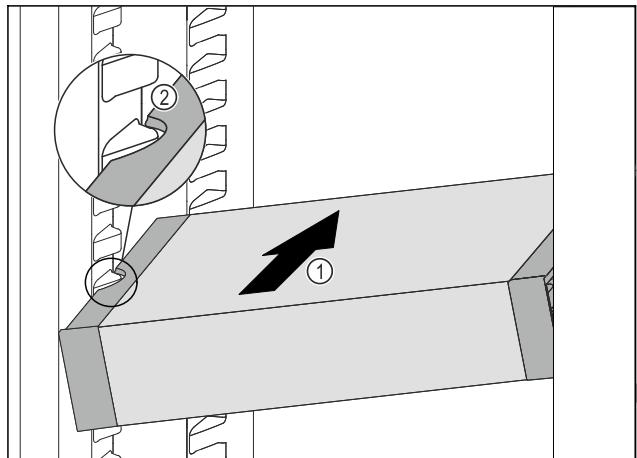

Fig. 82
- VarioSafe schräg in das Kühlteil einschieben Fig. 82 (1), bis sich die seitlichen Aussparungen Fig. 82 (2) des Vario-Safes auf Höhe der Behälterrippe im Kühlteil befinden.